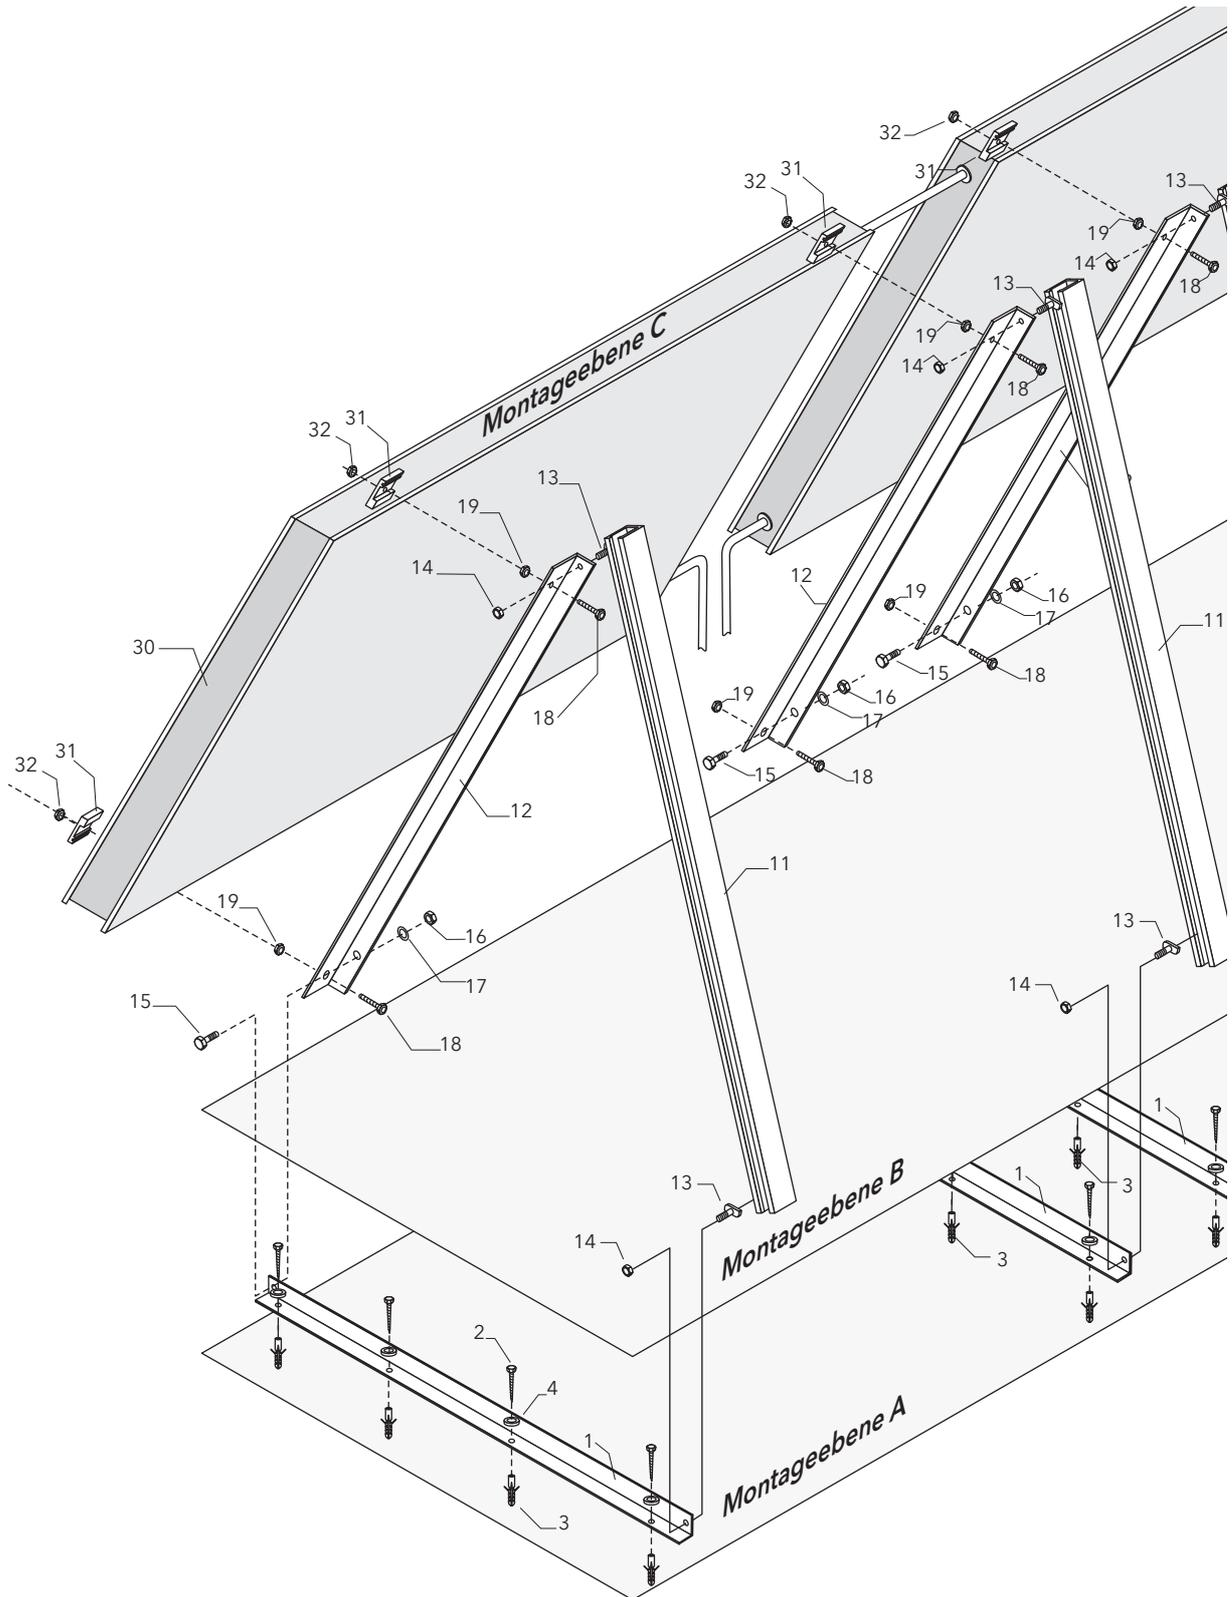

Bild 11 Kollektor-Freiaufstellung - Übersicht
### 3.3 Freiaufstellungsset montieren (Bild 11 bis 17)
Die Montage erfolgt in 3 Schritten (Bild 11, Ebene A-C): Nach Befestigung des Bodenwinkelprofils am Untergrund (A) wird das Haltedreieck montiert (B) und darauf schließlich der Kollektor befestigt (C).